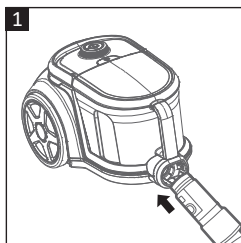

Fig. 1
- Aliniați gâtul furtunului de aspirare (6) cu orificiul furtunului (9) de pe aspirator și împingeți cu fermitate până se blochează în poziție (**Fig. 1**).